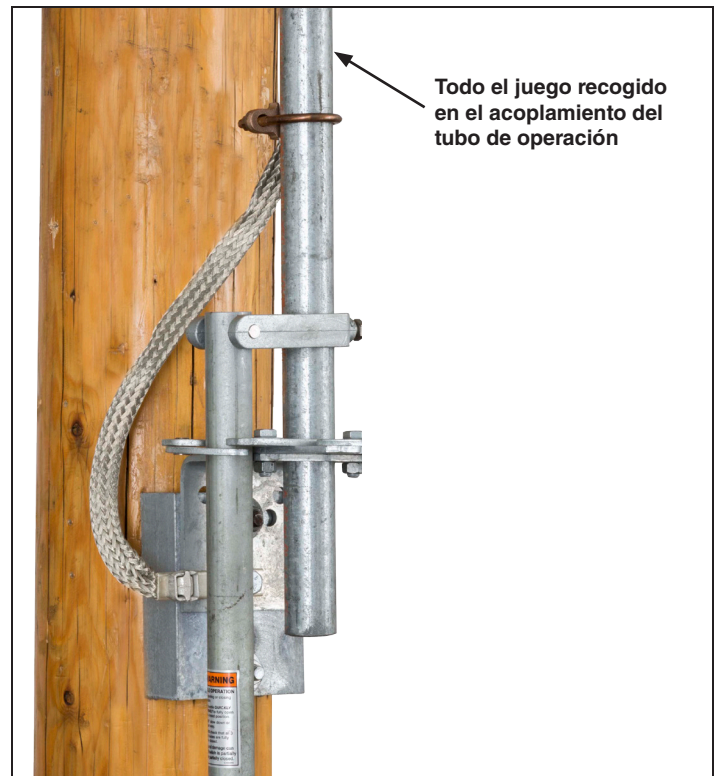

Figura 20. Verifique la terminación.
- (d) Empuje la palanca hacia la posición de tope cerrado. Será necesaria una fuerza significativa para asegurar la palanca en el tope cerrado. La palanca estará firmemente presionada contra la parte izquierda de la placa de tope cerrada. Esta presión sostendrá el enroscamiento en el tubo creando la cuerda deseada. Mueva la palanca a la posición de **Abierto** para verificar que se ajusta en la placa de tope abierta. Vea la Figura 20 en la página 18..